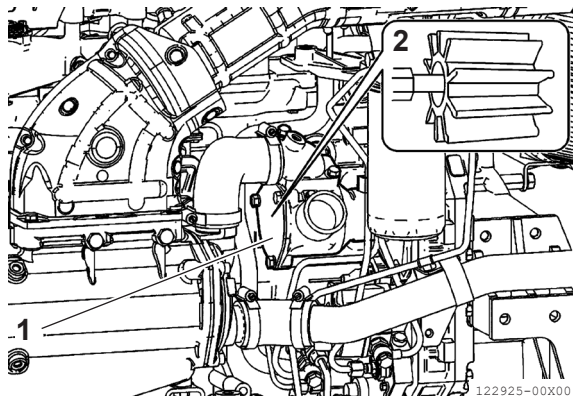

Figure 19
- Après avoir accédé à la roue, retirez le cache arrière (**Figure 19, (1)**).
- Insérez une vis (**Figure 19, (2)**) M16 × 1,5 dans l'arbre de la roue.
- Retirez le rotor en desserrant lentement la vis (**Figure 19, (2)**).